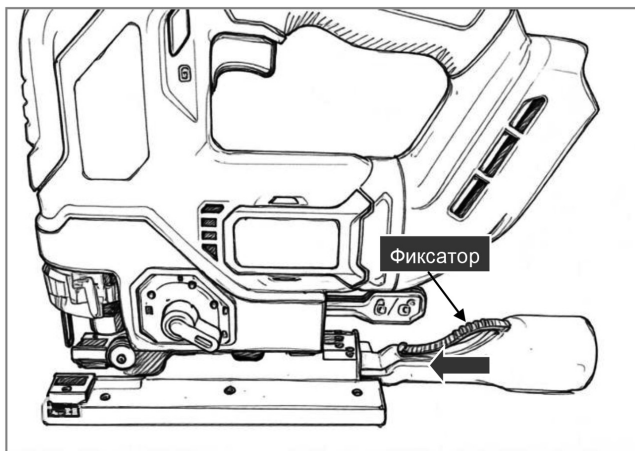

Рис. 11
- Для снятия адаптера, нажмите на фиксатор и извлеките адаптер из опорной подошвы (рис. 11).